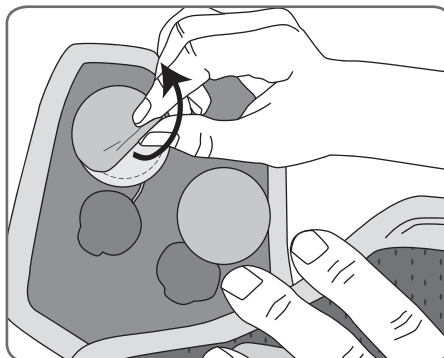

Figura 24: Cómo extraer los electrodos de tela usados.
2. Saque con cuidado los electrodos de tela usados de las bases de los electrodos de tela. Tenga cuidado de no desconectar las bases de los electrodos de tela de la banda de EF. Vea la Figura 24.